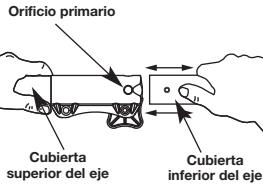

Fig. 2
- Mientras sostiene el bastidor del eje superior con firmeza, tire del accesorio en línea recta fuera del acoplador (Fig. 2).
- Mientras sostiene el accesorio con firmeza, empujelo en línea recta en el acoplador (Fig. 2).
PRECAUCIÓN: Trabe el botón de desconexión en el orificio primario (Fig. 2) y ajuste bien la perilla antes de operar esta unidad.